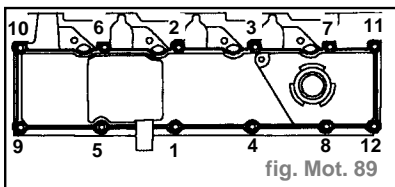

fig. Mot. 89
- Dans l'ordre illustré, poser les boulons du couvercle d'arbre à cames et les serrer à **1,2 daN.m** (fig. Mot. 89).